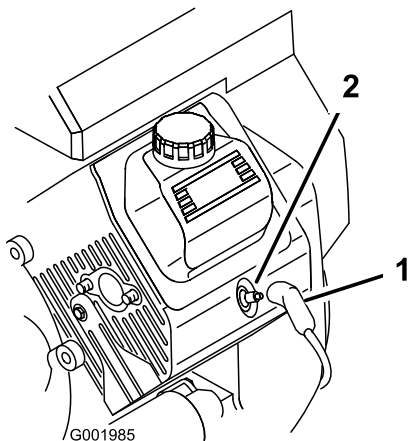

Figura 51
- Puxe os cabos das velas (Figura 51).
3. Coloque os cabos nas velas de ignição (Figura 51).